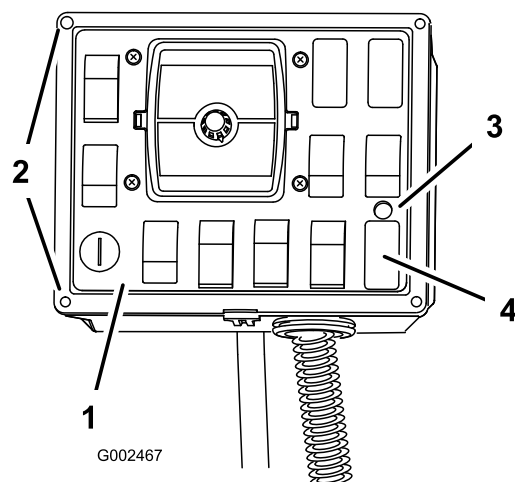

Figura 19
2. Nell'area appena sopra il tappo dell'interruttore Sonic Boom praticate un foro con diametro di 9,5 mm in cui potervi inserire la spia (Figura 19).
8. Montate il coperchio anteriore del pannello di comando sulla scatola di comando con gli elementi di fissaggio rimossi in precedenza (Figura 19).